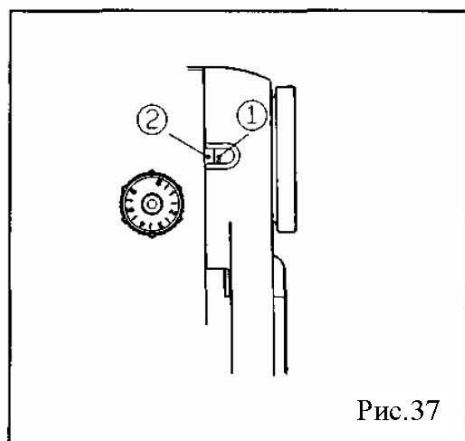

Рис.37
1. В зависимости от толщины ткани регулировка осуществляется следующим образом (Рис.37,38,39).